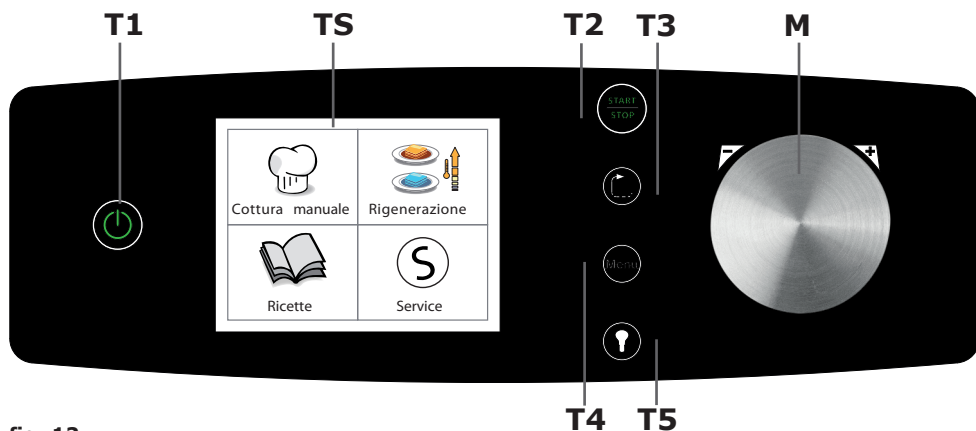

fig. 12
Encienda el horno usando la tecla del interruptor principal **T1 (fig. 12-pág. 16)**.
Presione la tecla **T2 (fig. 12)** "Start/Stop".
- Las luces en la cámara de cocción se encienden presionando la tecla **T5** (fig. 12) específica y después de 45 segundos, si no se han apagado antes presionando nuevamente la tecla, se apagan automáticamente.
El panel de control del horno cuenta con un solo botón **M** (fig. 12) para realizar la introducción y la modificación de los parámetros de funcionamiento del aparato. Este botón se puede presionar también para seleccionar una función o confirmar un determinado parámetro. El botón actúa sobre un codificador digital y por lo tanto es de rotación continua (no dispone de fin de carrera). Los parámetros regulados por el codificador varían en sentido horario creciente o en sentido antihorario decreciente.